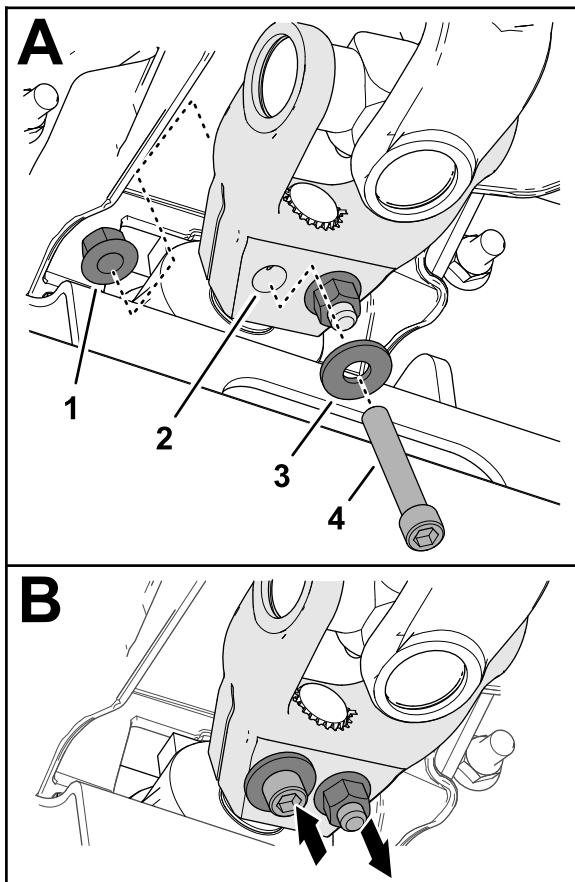

図 19
6. ソケットヘッドキャップスクリュー $\frac{3}{8}$  x  $2\frac{1}{4}$ " にワッシャ $\frac{3}{8}$ " を通し、駆動シャフトのヨークの穴 図 19 に通して、フランジロックナット $\frac{3}{8}$ " で固定する。
- ソケットヘッドキャップスクリュー $\frac{3}{8}$ " x  $2\frac{1}{4}$ "にワッシャ $\frac{3}{8}$ "を通し、駆動シャフトのヨークの穴 図 19 に逆方向から通して、フランジロックナット $\frac{3}{8}$ "で固定する。